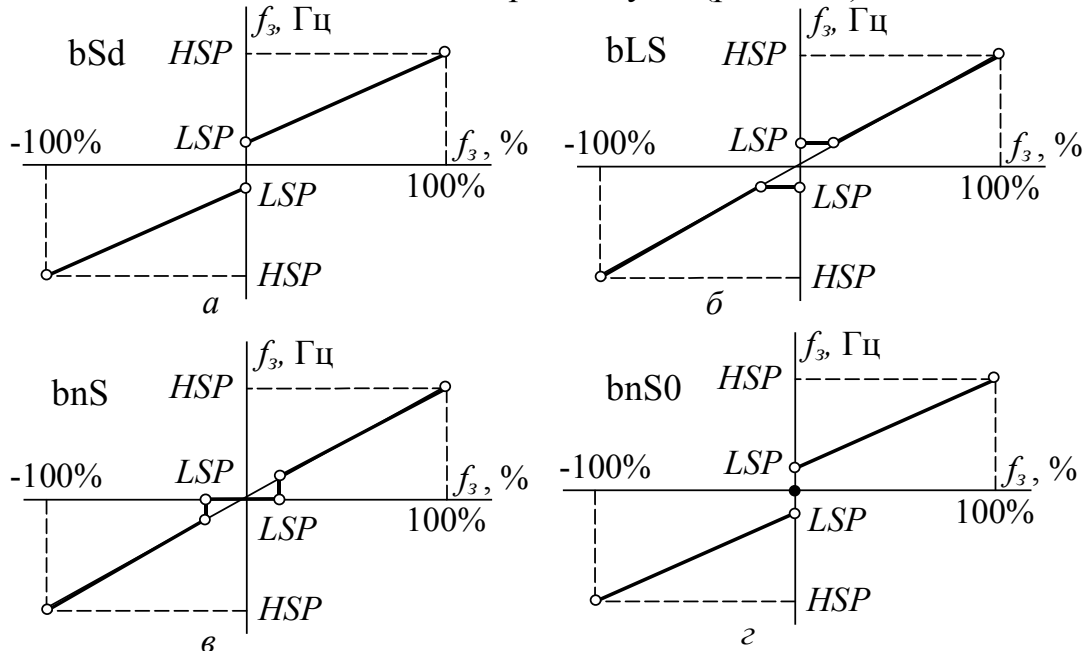

Рис. 7.5. Виды реакции ПЧ на задание
- bSd, [Standard], [Стандартная] – нулевому заданию на частоту соответствует выходная частота LSP, а увеличение задания приводит к линейному росту частоты (рис. 7.5а);
- bLS, [Pedestal], [Ограничение] – нулевому заданию также соответствует частота LSP, однако в дальнейшем частота изменяется в соответствии с рис. 7.5б;
- bnS, [Deadband], [Зона нечувствительности] – при малых заданиях выходная частота равна нулю (рис. 7.5в);
- bnS0, [Deadband 0], [Зона нечувствительности 0] – то же, что bSd, но при нулевом задании выходная частота равна нулю (рис. 7.5г).